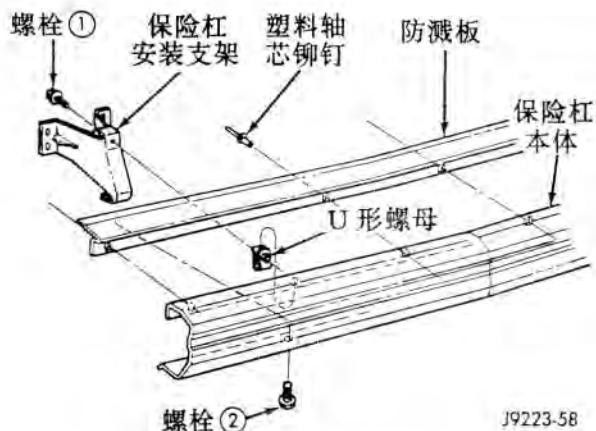
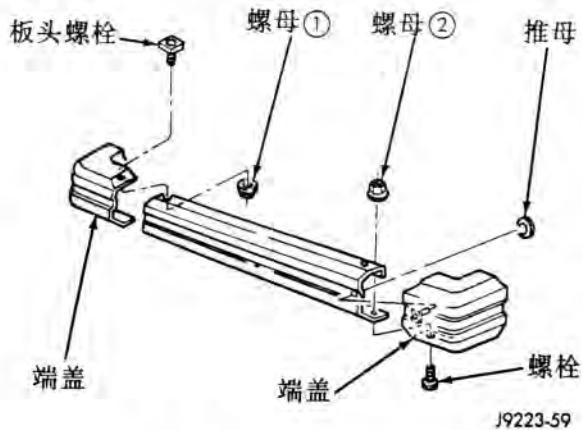
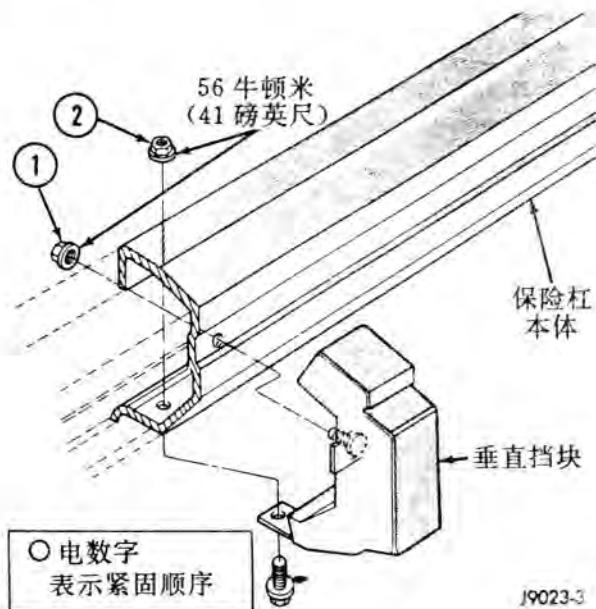

图 13 保险杠安装支架和防溅板的拆装
图 14 保险杠端盖的拆装
图 15 保险杠垂直挡块的拆装
(5) 将支架和后保险杠从车上卸下。
(6) 如有必要，将保险杠安装支架及保险杠防溅板取下（图 13）。
(7) 需要的话，将保险杠端盖（图 14）及保险杠垂直挡块（图 15）从保险杠上拆下。
（图 13），保险杠端盖（图 14），以及保险杠垂直挡块（图 15）。
(2) 按图 13 中描述的顺序，紧固保险杠安装支架的螺栓。拧紧扭矩为 56 牛顿米（41 磅英尺）。
(3) 按照图 14 中所述顺序紧固螺母。以 22 牛顿米（16 磅英尺）的扭矩拧紧保险杠端盖处板头螺栓上的螺母。再用 8 牛顿米（6 磅英尺）的扭矩，拧紧下面的螺栓螺母。
(4) 如果没其它问题，按图 15 中指定的方式，拧紧保险杠垂直挡块的安装螺栓、螺母。拧紧扭矩为 56 牛顿米（41 磅英尺）。
(5) 将安装支架孔与后横梁上的孔对好，并将保险杠支好。而后，带上支架与保险杠连接螺栓，以 42 牛顿米（31 磅英尺）的扭矩将其拧紧。
(6) 如在修理过程中拆下了后拖钩，将其装上。如需要，请参看第 23 部分 — 车身部件中规定的安装方法。